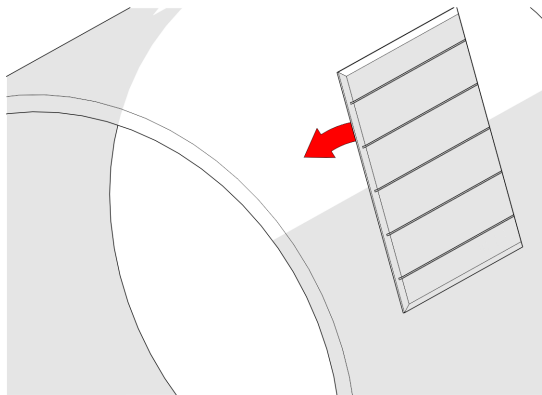

Abbildung 4-13 Platzieren der Installations-/Entnahmematte
5. Legen Sie die Installations-/Entnahmematte (siehe Abbildung 1-4 auf Seite 40) auf die Inspektionsfläche (siehe Abbildung 4-13 auf Seite 148).